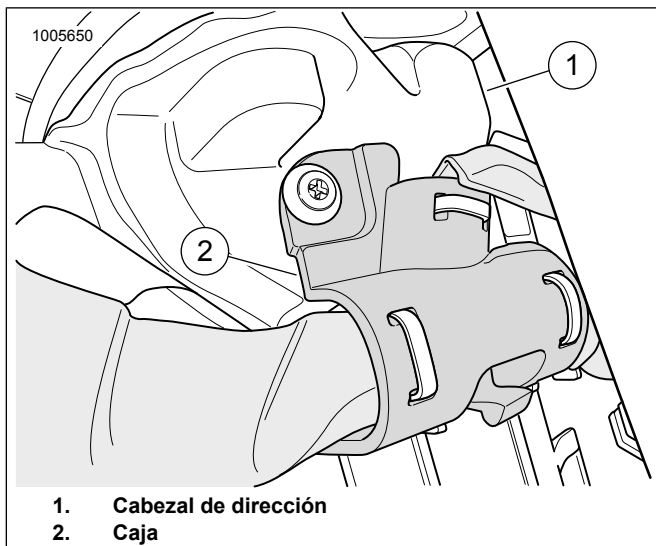

Figura 13. Cabezal de dirección
17. Consulte la Figura 13. Pase el extremo del arnés de 48 pulg. al cabezal de dirección (1). Use una caja (2) para asegurar el arnés.